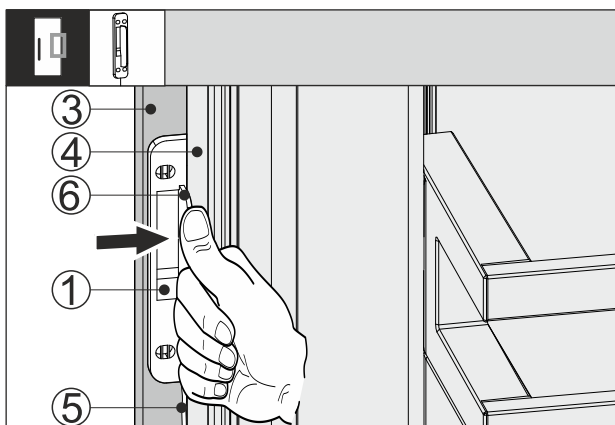

Fig. 66
- ▶ Spingere il sensore di battito in testa Fig. 66 (1) tra la parte frontale del mobile Fig. 66 (3) e la porta del dispositivo Fig. 66 (4), in modo che il cavo Fig. 66 (5) si tenda leggermente. La battuta di arresto Fig. 66 (6) del sensore di battito in testa appoggia sulla porta del dispositivo Fig. 66 (4).
- ▶ Premere il sensore di battito in testa Fig. 66 (1) sulla parte frontale del mobile Fig. 66 (3).
- ▷ Il sensore di battito in testa Fig. 66 (1) è attaccato. L'attacco del sensore di battito in testa ottimizza la trasmissione del segnale di battito in testa.
Il fissaggio permanente del sensore di battito in testa Fig. 66 (1) aumenta la durata utile.
- ▶ Avvitare il sensore di battito in testa Fig. 66 (1) alla parte frontale del mobile Fig. 66 (3) con le viti fornite in dotazione.